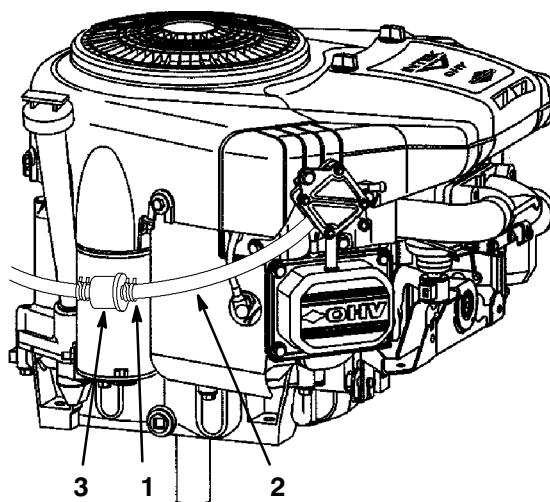

Abbildung 27
3. Die Enden der Schlauchklemme zusammendrücken und die Klemme an der Kraftstoffleitung entlang nach oben zum Kraftstofftank schieben (Abb. 27).
4. Die Kraftstoffleitung vom Filter ziehen (Abb. 27) und das Benzin in einen Benzinkanister oder eine Auffangschale ablaufen lassen.
Der beste Zeitpunkt zum Austausch des Kraftstofffilters (Abb. 27) ist bei leerem Kraftstofftank. Niemals einen schmutzigen Filter wieder anbringen, der von der Kraftstoffleitung entfernt worden ist.
4. Die Enden der Schlauchklemmen zusammendrücken und die Klemmen vom Filter wegschieben (Abb. 27).